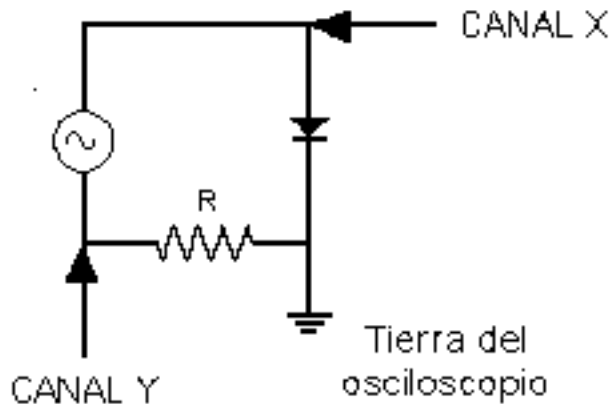

Figura 1. Circuito para observar las características corriente–voltaje del diodo
3.- Después de observar la Figura 1 de esta guía, indique:
a) Dado el circuito mostrado en la Figura 1, las especificaciones del dispositivo a su disposición y las indicaciones dadas por su profesor, determine el valor de la resistencia R y el valor pico de la amplitud que puede tener la señal producida por el generador para observar en el osciloscopio la curva característica i vs. v de este dispositivo.
b) Haga un diagrama de la señal que Ud. espera ver en la pantalla del osciloscopio, si las conexiones se realizan exactamente en la forma indicada en la Figura 1.
1.- Monte el circuito de la Figura 1 y obtenga en la pantalla del osciloscopio la curva característica de este dispositivo. Haga un diagrama en papel milimetrado. Si su osciloscopio tiene la posibilidad de invertir uno de los canales, obtenga la curva característica con la misma orientación que las curvas características estándar de los manuales y libros de texto. Identifique voltajes y corrientes clave en la curva dibujada.